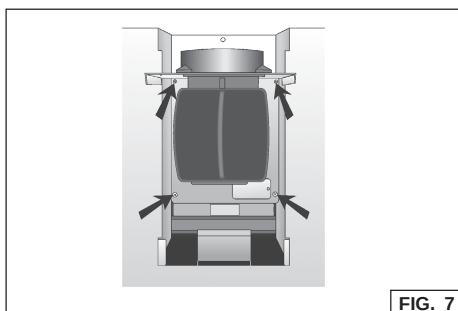

FIG. 7
- desmontar el bloque motor (incluída la plancha sobre la que está sujeto) desenroscando los 4 tornillos (Fig. 7).